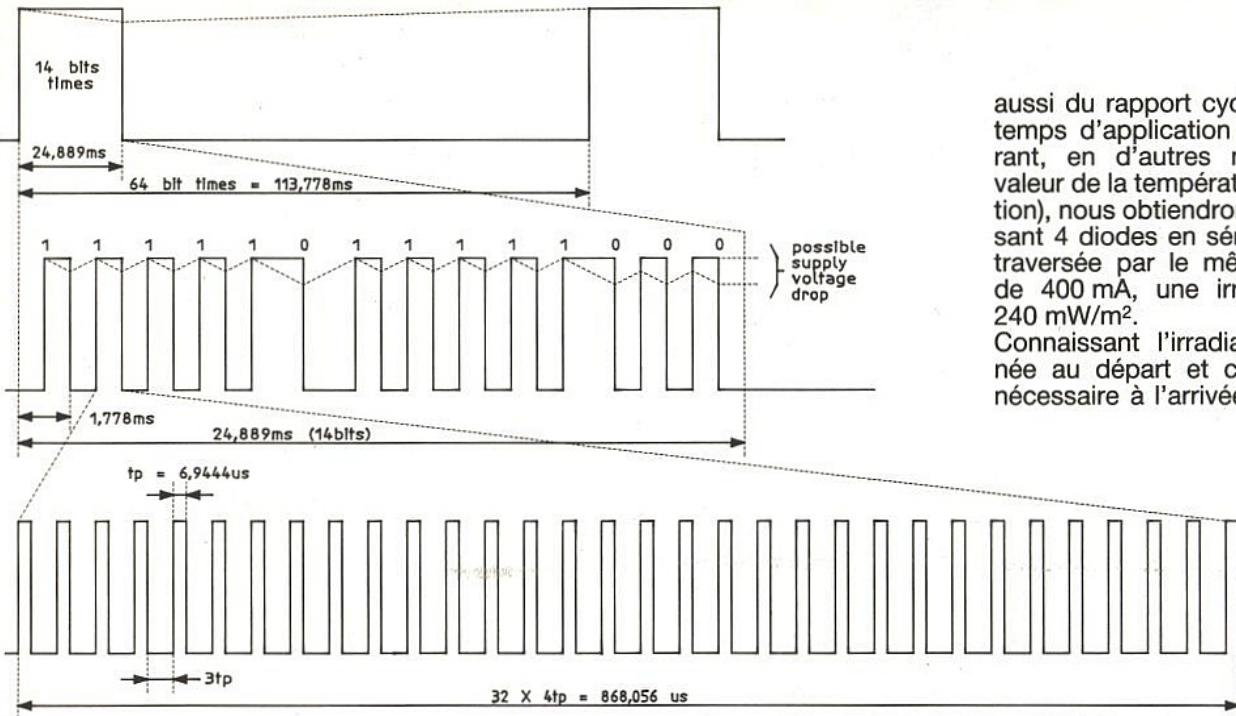

Figure 13
- Et un courant pulsé (en mode modulé) qui parcourt les diodes LED dont les crêtes sont choisies à 400 mA et dont le facteur d'occupation est savamment indiqué sur la **figure 13**. Dans laquelle tout le monde a évidemment noté la présence du 36 kHz et le rapport cyclique de 25 % de celui-ci comme nous nous sommes bien gardés de vous le signaler avant (c'est pour voir ceux qui suivent comme auraient dit certains...), consommation obligée.